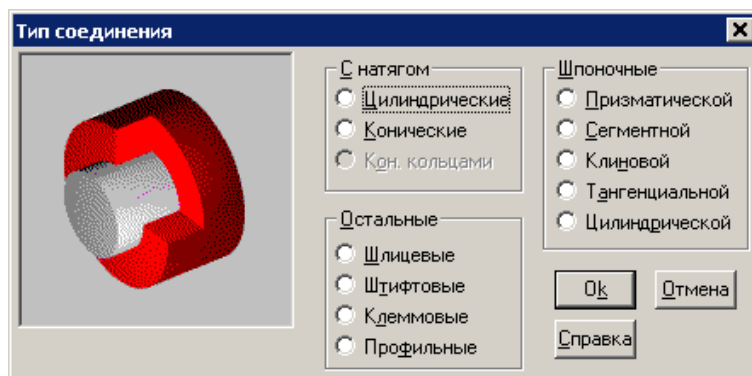

Рис. 5.2 Диалоговое окно выбора типа соединения.
1) **Выбор типа соединения.** Для выбора типа соединения используется команда **Типы | Соединения...** В появившемся диалоговом окне (рис. 5.2) выберете тип соединения и нажмите кнопку **ОК**. После этого модуль приводится в состояние, пригодное для ввода данных, необходимых непосредственно выбранному типу.